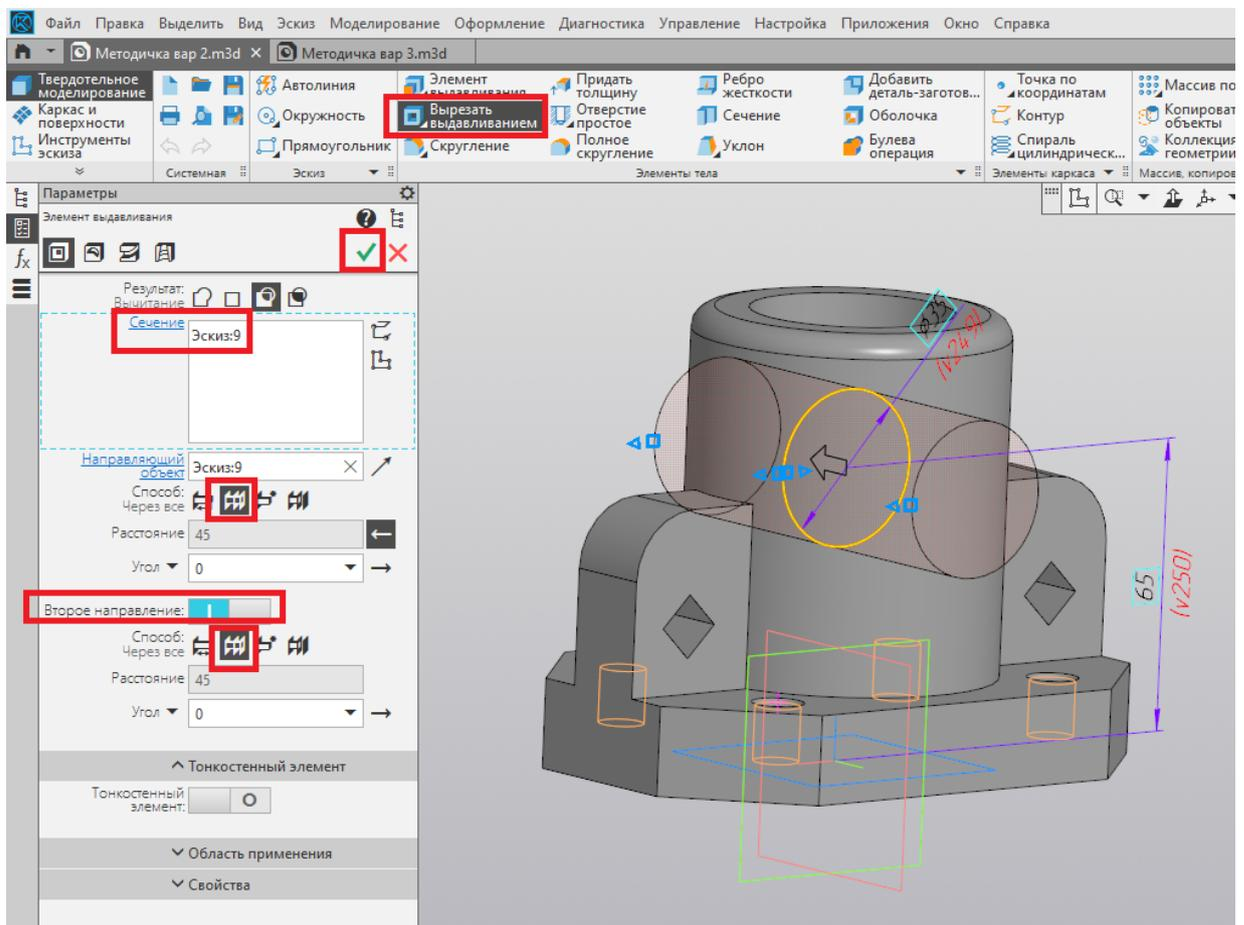

Рис. 116
44. При помощи команды «Вырезать выдавливанием» выполняем из полученного эскиза сквозное цилиндрическое отверстие (рис. 116).